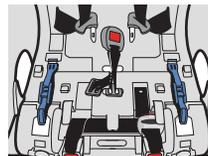

Figure 16
- Faites glisser la sangle d'entrejambe hors de la fente de la sangle d'entrejambe, tel qu'illustré dans la **Figure 16**.